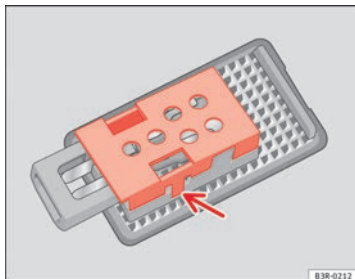

Abb. 224 Gepäckraum-
- Bauen Sie Schutzabdeckung aus und nehmen Sie die Glühlampe aus ihrer Aufnahme → Abb. 224. ■